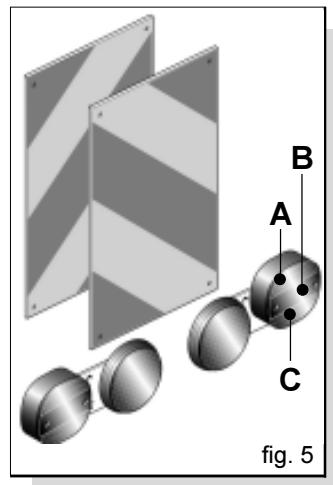

fig. 5
- 37) Lorsque les encombres constitués par des équipements conduits ou semiconduits cachent la visibilité des dispositifs de signalisation et d'éclairage du tracteur, ceux-ci doivent être reproduits de façon adéquate sur les équipements, en respectant les normes du code de la route du pays en question. S'assurer que l'installation des phares fonctionne parfaitement lors de l'utilisation. On rappelle en outre que la séquence de signalisation correcte des feux prévoit (Fig. 5):